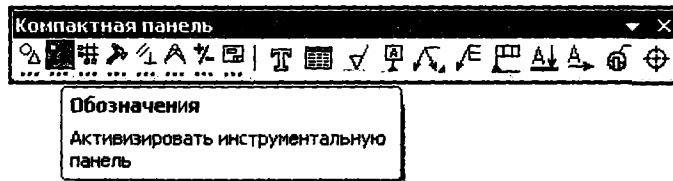

Рис. 17.5. Компактная панель в режиме чертежа с открытой панелью инструментов Обозначения
2. *Простановка технологических обозначений.* Проставьте в чертеже необходимые обозначения, используя на инструментальной панели Обозначения следующие команды (рис. 17.5):